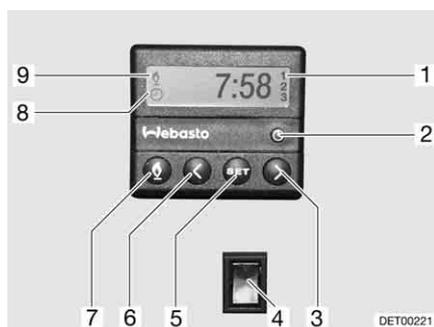

Fig. 170 Centralina di controllo per riscaldamento fisso
Accensione manuale: ■ Premere il tasto (Fig. 170,7). Il funzionamento del riscaldamento viene indicato con il simbolo (Fig. 170,9). La ventola viene inserita solo quando la temperatura dell'acqua di raffreddamento è pari a 30 °C.
Spegnimento manuale: ■ Premere il tasto (Fig. 170,7). Il simbolo (Fig. 170,9) si spegne.
Inserimento del riscaldamento del motore: ■ Premere l'interruttore (Fig. 170,4) in basso. Il motore viene preriscaldato. La ventola viene inserita immediatamente.
Disinserimento del riscaldamento del motore: ■ Premere l'interruttore (Fig. 170,4) in alto. Il motore rimane freddo.
Impostazione dell'ora: ■ Premere il tasto (Fig. 170,2). L'impostazione dell'ora viene indicata con il simbolo (Fig. 170,8).
■ Impostare l'ora con i tasti (Fig. 170,3 e 6).
Programmazione dell'inizio del riscaldamento: ■ Premere il tasto (Fig. 170,5).
■ Impostare l'orario di accensione con i tasti (Fig. 170,3 e 6) entro 10 secondi.
Selezione orario di accensione programmato: ■ Premere il tasto (Fig. 170,5) fino a che nel display (Fig. 170,1) non appare il numero di programmazione desiderato.